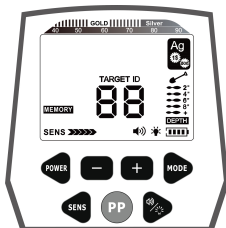

Fig.12
b. Si desea buscar monedas de plata de 50 ¢ y eliminar los demás metales, puede seguir el siguiente procedimiento: Deje que la moneda de plata de 50 ¢ escanee por encima de la bobina de búsqueda, el cursor de discriminación de objetivo que el cursor de moneda de plata de 50 ¢ se ilumine constantemente, mientras que los otros cursores de discriminación se eliminan. (Ver Fig.12)